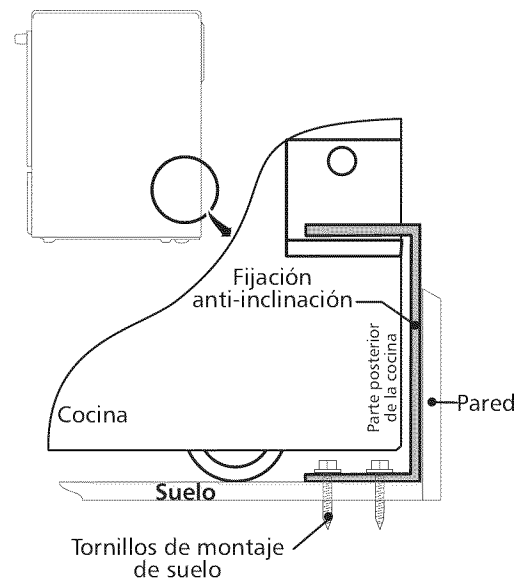

Figura 12
4. Retire el modelo y ubique la abrazadera en el suelo. Alinee los orificios en la abrazadera con las marcas en el suelo y ajuste con los cuatro tornillos provistos. La abrazadera debe quedar fijada al suelo (figura 12) sólido. Si se fija al suelo concreto, primero haga orificios pilotos de un diámetro de 3/16" (0,48 cm), utilizando una barrena para concreto.
6. Deslice la cocina hacia su lugar asegurándose que la pata de centro trasera está completamente segura con el soporte anti-inclinación (figura 12). Baje la cocina ajustando las 4 patas de nivelación hasta que la plancha de cocinar esté apoyada en el mostrador. Refiere a la "Nivelación de la cocina" a la página 6.